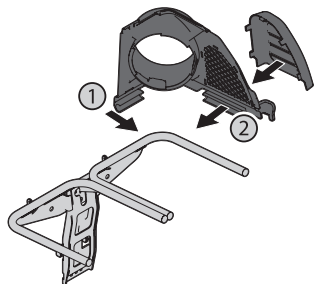

Figura 9
- Coloque a presión el soporte del canal plástico superior en su lugar primero cortando la porción lateral hacia el riel de soporte de la embolsadora (1) como se indica en la Figura 9.
3. Calce a presión el lado delantero del soporte del canal al riel (2), como se muestra en la Figura 9.